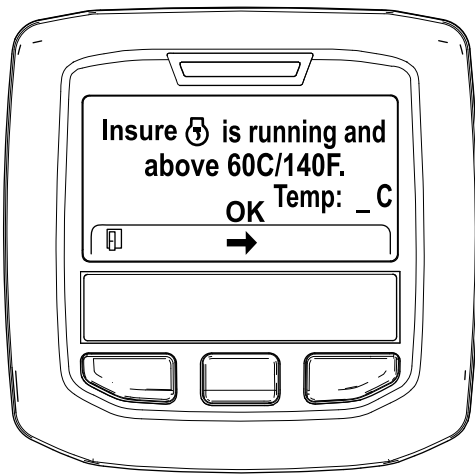

Figura 45
- Se a temperatura do líquido de refrigeração for inferior a 60 °C, surge a mensagem "Insure is running and above 60C/140F" (Confirme que está a trabalhar e acima de 60C/140F) (Figura 45).